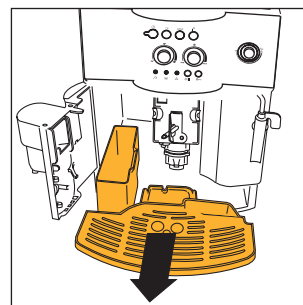

Fig. 16
NOTA 7: la macchina conta il numero di caffè che vengono erogati. Ogni 14 caffè singoli (o 7 doppi), la spia ☹ si accende in modo fisso (cap. 12 punto 3) avvertendo che il contenitore fondi è pieno di pasticche ed è necessario svuotarlo e pulirlo. Finché non si fa la pulizia del cassetto fondi, la spia rimane accesa e la macchina non può fare il caffè. Per eseguire la pulizia aprire lo sportello di servizio sulla parte anteriore tirando il erogatore (fig. 15); si accende la spia △ lampeggiante (vedere par. 12 punto 9); estrarre quindi la vaschetta raccogliogocce (fig. 16), svuotarla e pulirla. Svuotare e pulire accuratamente il cassetto fondi avendo cura di rimuovere tutti i residui che possono essere depositati sul fondo. Asciugare anche le eventuali gocce di condensa che si sono depositate all'interno della macchina sotto la vaschetta raccogliogocce. **IMPORTANTE:** quando si estrae la vaschetta raccogliogocce è **OBBLIGATORIO** svuotare sempre il contenitore fondi caffè anche se è riempito poco. Se questa operazione non è effettuata può succedere che, quando si fanno i caffè successivi, il contenitore fondi si riempia più del previsto e che la macchina si intasi di pasticche esauste.
- estrarre il vassoio raccogli gocce ed il contenitore dei fondi (fig. 16) e lavarli;